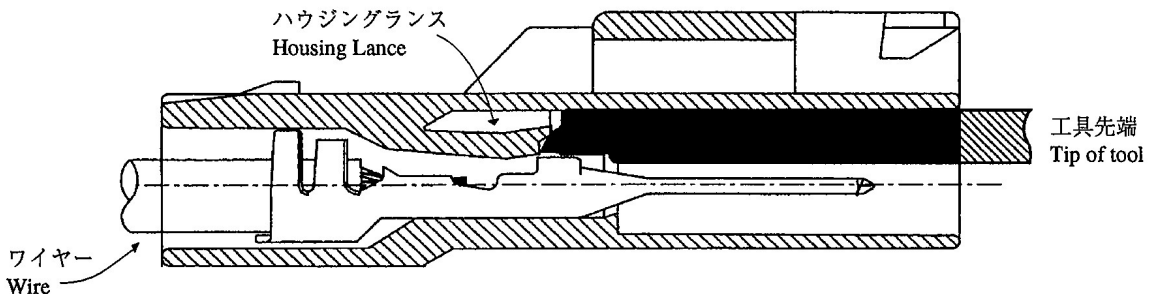

Fig. 3
- 2) 工具先端をさらに挿入するとハウジングランスが押し上げられコンタクトが引き抜ける状態になります。(Fig.3)
- 3) その状態で電線を持ち、コンタクトを引き抜いて下さい。(Fig.3)
- 2) Insert the tool tip further, it will become the state that a housing lance is pushed up and contact can be extracted.(Fig. 3)
- 3) Hold an electric wire in this condition and extract contact. (Fig.3)